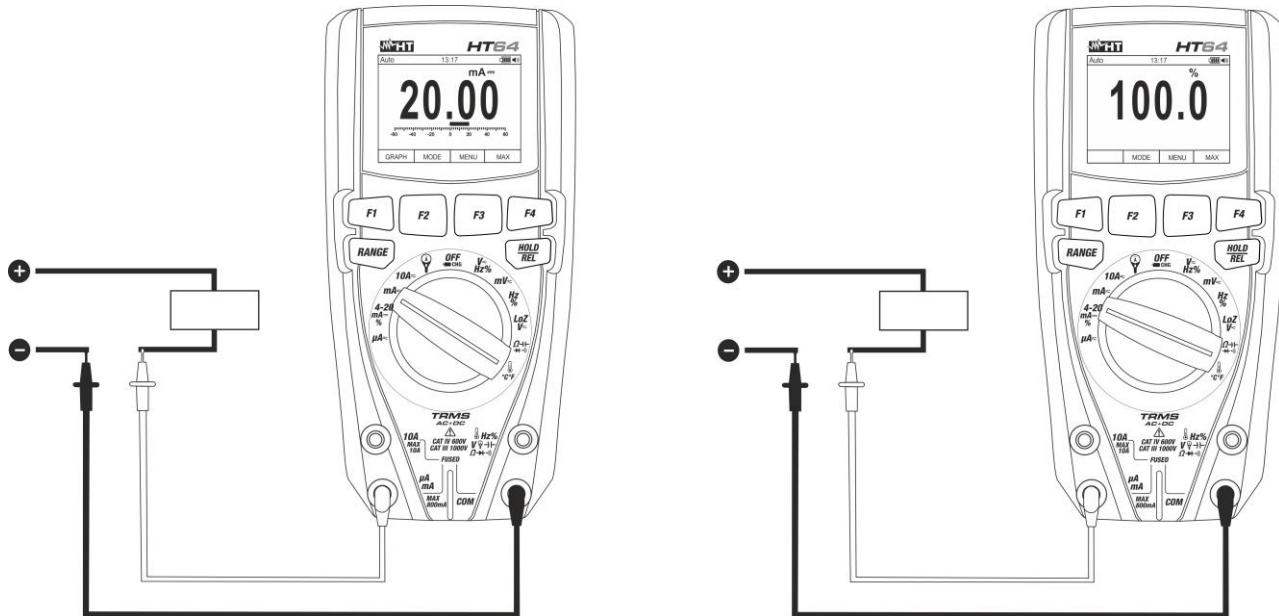

Fig. 30: Utilisation de l'instrument pour la mesure de Courant DC et la lecture 4-20mA%
4. Connecter l'embout rouge et l'embout noir en série au circuit duquel on veut mesurer le courant en respectant la polarité et la direction du courant dont à la Fig. 30.
6. La valeur du courant DC (voir Fig. 30 – partie gauche) s'affiche à l'écran
7. La valeur de la lecture 4-20mA% (0mA = -25%, 4mA = 0%, 20mA = 100% et 24mA = 125%) (voir Fig. 30 – partie droite) s'affiche à l'écran. Le diagramme à barres analogique n'est pas actif dans cette fonction
9. L'affichage du symbole « **-** » sur l'écran de l'instrument indique que le courant a une direction opposée par rapport à la connexion de Fig. 30.